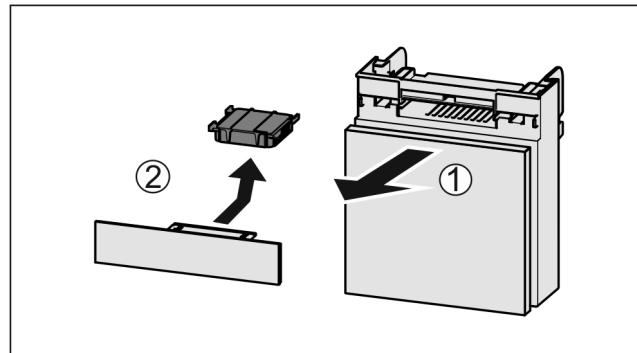

Fig. 123
- Вытянуть Fig. 123 (1) отделение движением вперед.
- Извлечение Fig. 123 (2) фильтра с активированным углем.